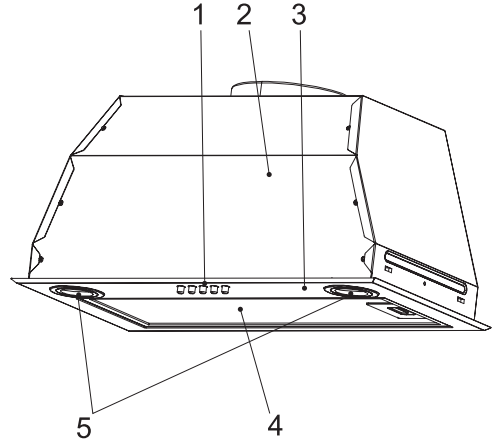

Рис. 1
Наружная часть вытяжки состоит из следующих составных частей (см. рис. 1):
(см. рис. 1, позиция 3), а основной корпус вытяжки спрятан в подвесном шкафу;
- снять декоративную панель 3 (см. рис. 1), открутив для этого винты ее крепления.